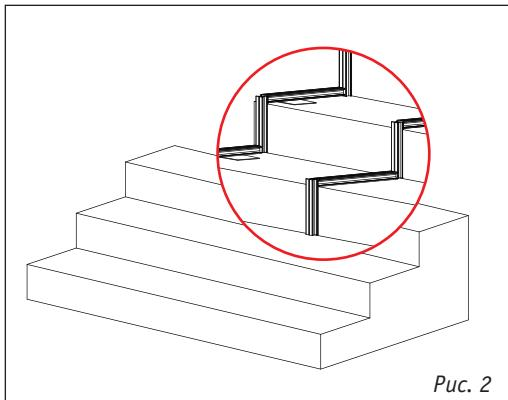

Рис. 2
- На ровные бетонные ступени с предварительной укладкой резиновой подушки* (размерами 100x100x5 мм); монтажные лаги устанавливаются перпендикулярно профилю ступени (рис. 2).